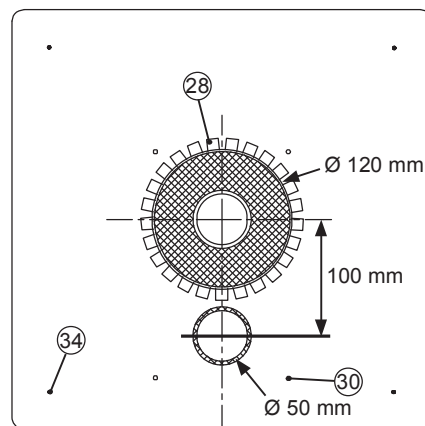

Bild 10. Installeringsmått
- Brännluftintagsröret (ø 50 mm). Bild 10. Täckplåten (16) kan användas som en schablon.